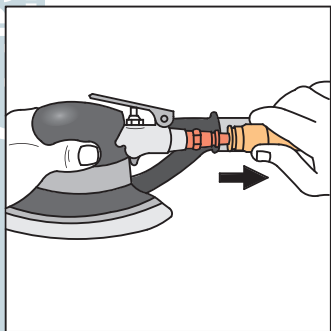

Рисунок 8 – Отключение пневмолинии
- Отсоедините пневмолинию от разъёма шлифовальной машинки, предварительно стравив давление (рис. 8).